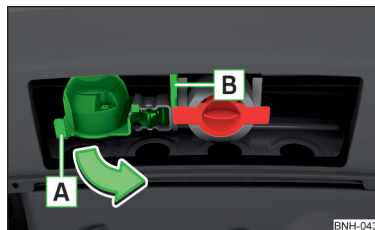

Fig. 140
- Apucați priza cu 13 pini **A** de mâner și rabatați-o în afară, în sensul săgeții » fig. 140.